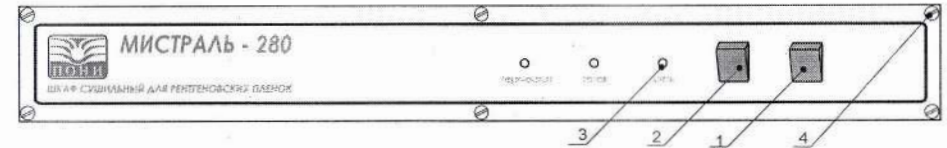

Рис.2 Панель управления сушильным шкафом.
5.1.1. В верхней части корпуса размещен блок автоматического поддержания температуры. На блоке размещены следующие элементы (рис. 2):